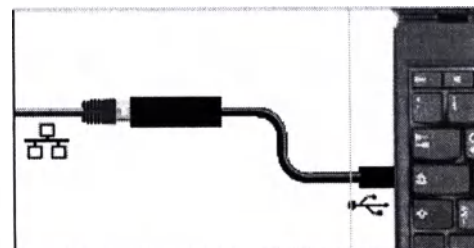

Рис. 8 Переходник USB-Ethernet
- ▶ Переходник USB-Ethernet (Рис. 8).